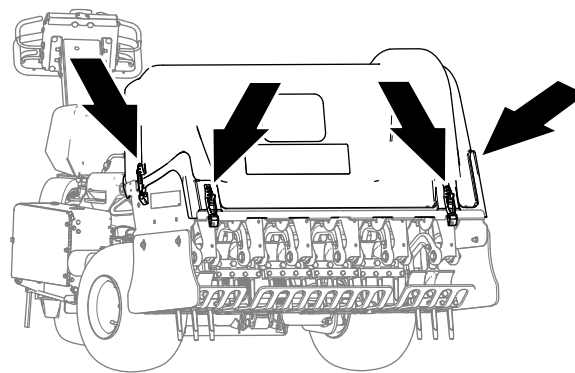
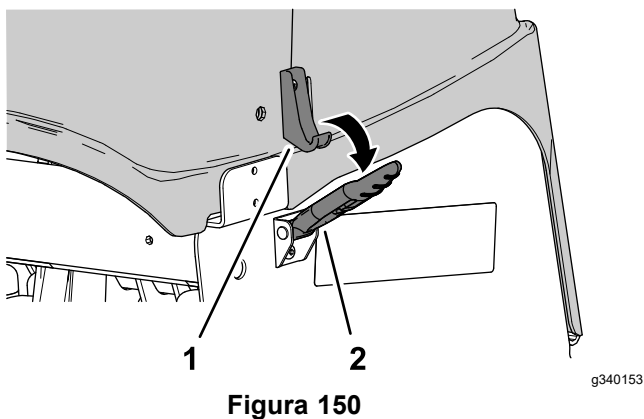

Figura 148
Figura 150
4. Sganciate la copertura della testa di carotaggio agendo sui 4 fermi (Figura 148 e Figura 150).